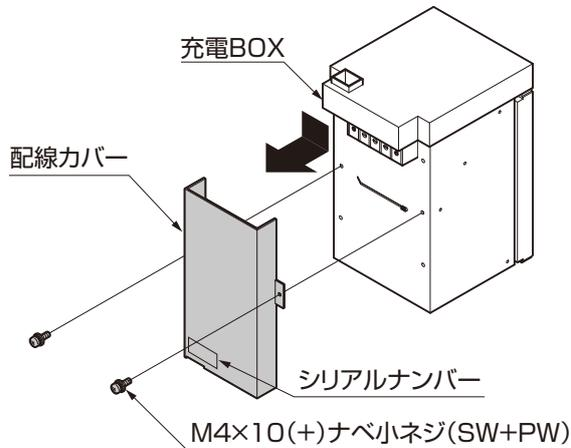

図5-5
- ①各充電BOXのM4×10(+)+ナベ小ネジ(SW+PW)を外して、配線カバーを取外してください。(図5-5参照)